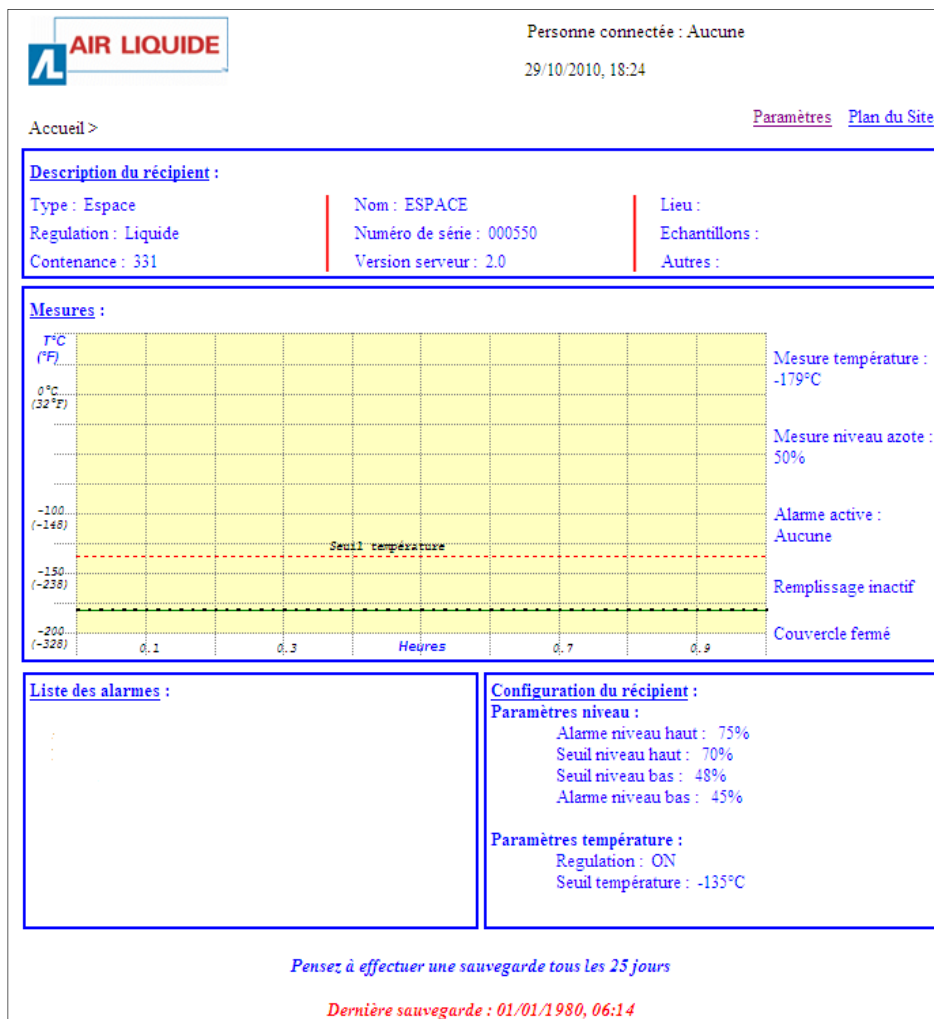

Figura 11-2: exemplo da página Inicial.
3. A página *Inicial* é apresentada (consultar Figura 11-2).